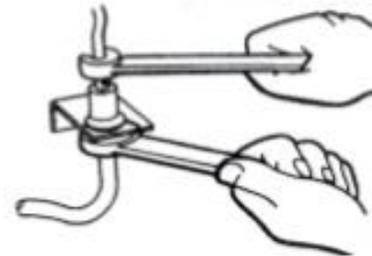

Fig. 2
a. Retire la manguera del cilindro emisor Sujetando la tuerca en el lado de la manguera del embrague, afloje la tuerca del tubo de embrague. Fig. 2